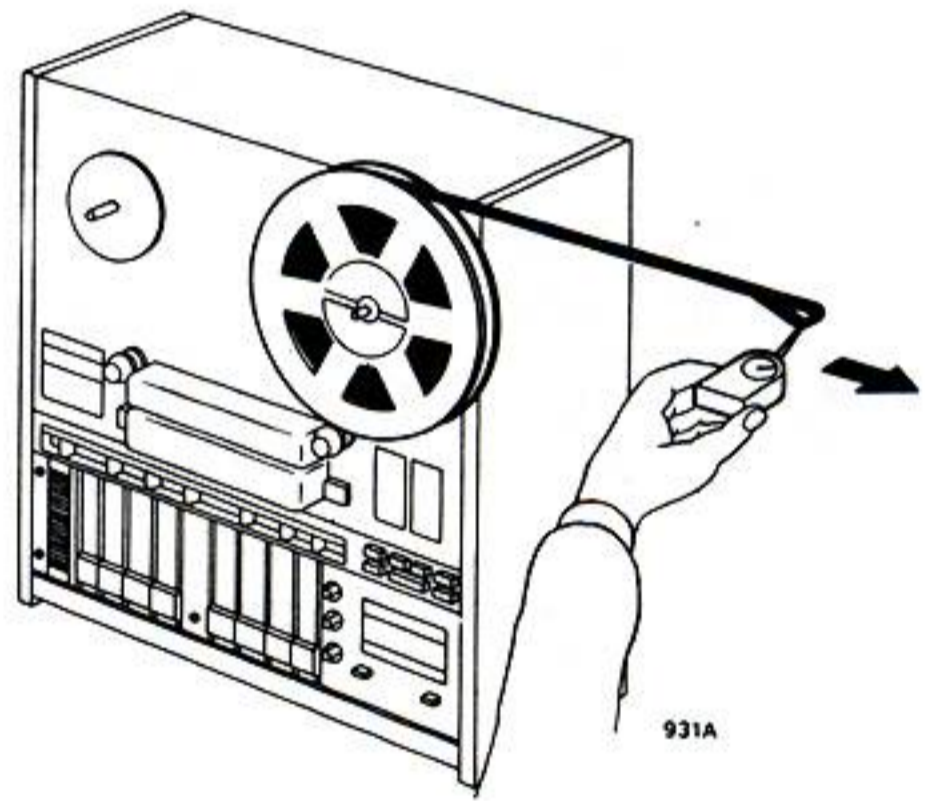
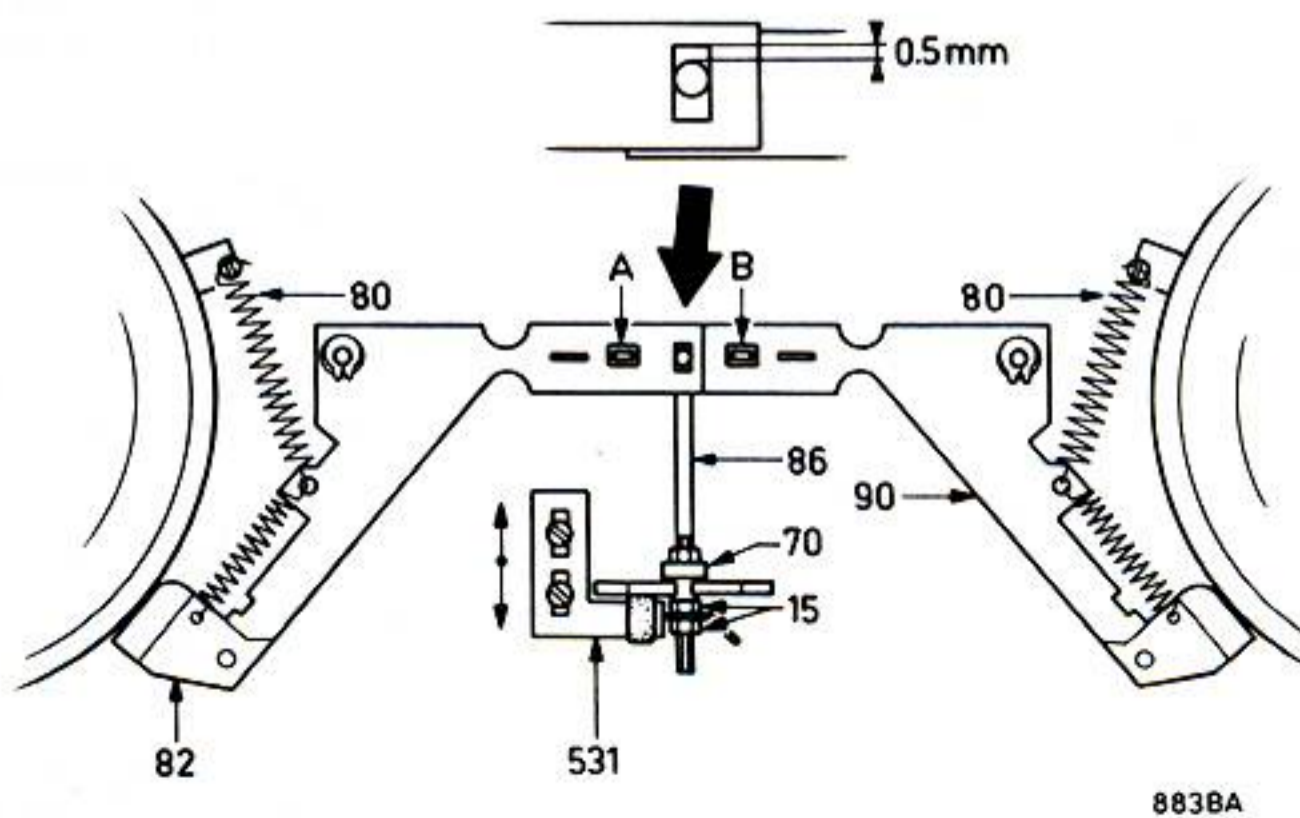

Fig. 16
Fig. 17
#### Bremsmagnet und Bremsen (siehe Abb. 17)
- Überprüfe die Bremskraft des linken und rechten Spulentellers; siehe Abb. 16. Diese Kraft soll ca. 1000 gcm betragen (Kraft x Strahl des aufgewickelten Bandes). Einstellung ist möglich, indem man die Federn 80 in Abb. 17 verkürzt oder auseinander zieht.